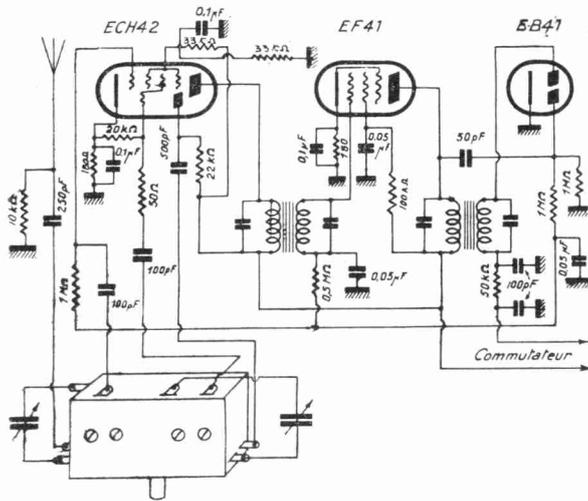

FIG. 14.
**Récepteur radio.** — Le schéma du récepteur radio est classique. Il est fait usage du bloc « Dauphin » Oméga à 4 gammes qui a une excellente sensibilité. Le changement de fréquence s'opère par une triode exode ECH 42, une pentode EF 41 est utilisée en amplificatrice moyenne fréquence et une double diode EB 41 en détection son et antifading (fig. 14).